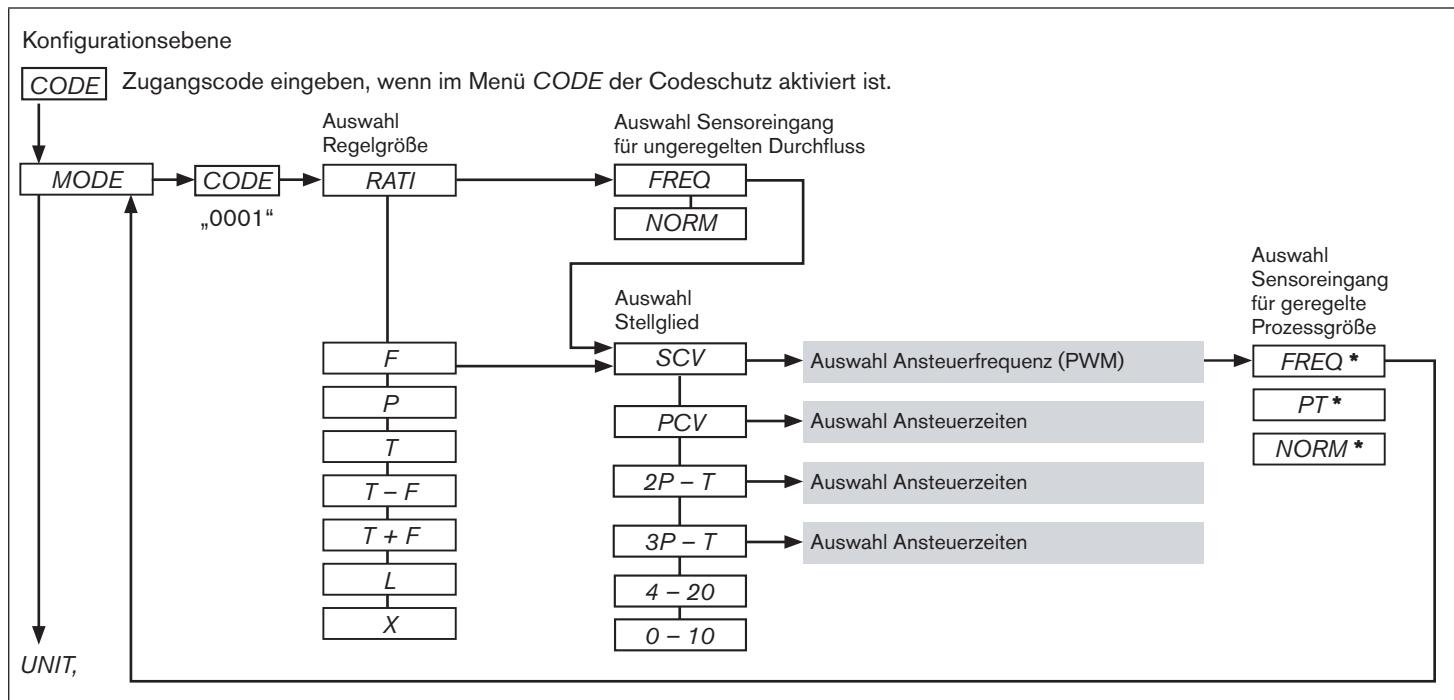

Bild 15: Bedienstruktur der Konfigurationsebene - 1 von 12
Die Anzeige ist abhängig von der im Menü *MODE* getroffenen Auswahl (siehe Bedienstruktur der Konfigurationsebene Bild 15).
Anzeige abhängig vom im Menü *MODE* ausgewählten Stellglied (siehe Bedienstruktur der Konfigurationsebene Bild 15).
*) Die Anzeige ist abhängig von der im Menü MODE eingesetzten Regelgröße (siehe Bild 15)